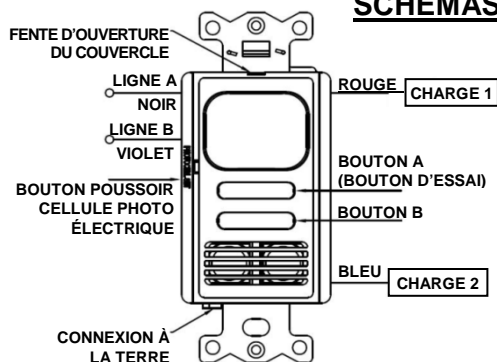
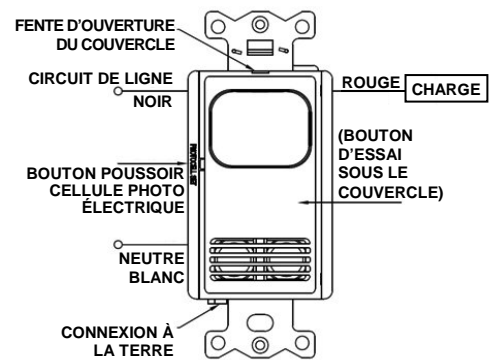

FIGURE 1
FIGURE 3
3. Câbler selon les illustrations des **SCHEMAS DE CÂBLAGE**. Les figures 1 et 2 indiquent la méthode de câblage des capteurs avec une mise à la terre (**REMARQUE** - Une mise à la terre fiable est requise pour assurer le bon fonctionnement). La figure 3 illustre la méthode de câblage des capteurs avec neutre. La figure 4 illustre le câblage des capteurs basse tension (**REMARQUE** : les modèles basse tension requièrent un module CU300xx par sortie).